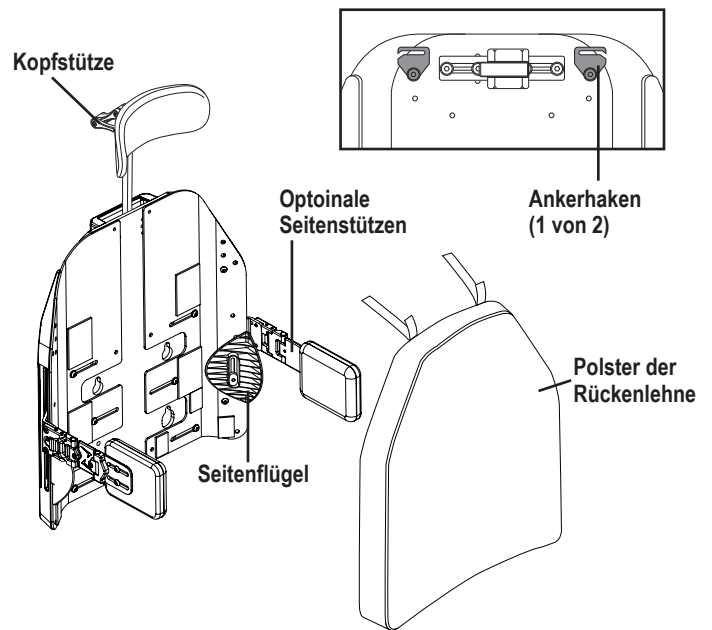

Abbildung 13. Komponenten der TRU Comfort 4
3. Lockern Sie die Befestigungsschrauben am Anbaublock der Steuerung. **Siehe Abbildung 13.**
Die TRU Comfort ist eine einzigartige Rückenlehne, die in Bezug auf Komfort und Positionierung auf Nutzerbedürfnisse eingeht. **Abbildung 13** informiert Sie über die abnehmbaren und verstellbaren TRU Comfort Komponenten. Nutzen Sie diese Diagramme, um sich mit der Funktion und Position einer jeden Komponente vertraut zu machen, bevor Sie die TRU Comfort benutzen. **Siehe Abbildungen 13 und 14** zeigen, welche Rückenlehne sich auf Ihrem Elektrorollstuhl befindet.
1. Positionieren Sie die Lenden- und Bruststütze(n) für optimalen Nutzerkomfort und eine bestmögliche Positionierung mit der flachen Seite nach unten und drücken Sie sie gegen die Rückenlehne. Positionieren Sie die Seitenstützen und Seitenflügel je nach Bedarf und befestigen Sie sie am Gerät. **Siehe Abbildung 13.**
2. Positionieren Sie das Rückenlehnenkissen so, dass die wiederverwendbaren Klettverschlüsse zur Rückenlehne weisen. Legen Sie das Kissen über eine oder mehrere Lordosen-, Seiten- und Bruststützen. Befestigen Sie das Kissen an der Rückenlehne, indem Sie die beiden (2) langen Klettverschlüsse durch die Ankerhaken schieben und die beiden (2) kurzen Klettverschlüsse gegen die längeren Gurte drücken. **Siehe Abbildung 13 oder 14.**
1. Entfernen Sie das Rückenlehnenkissen von der Rückenlehne, indem Sie die wiederverwendbaren Klettverschlüsse sowie die wiederverwendbaren Verschlüsse, mit denen das Kissen an der Rückenlehne befestigt ist, lösen und das Kissen dann zu sich ziehen. **Siehe Abbildung 13 oder 14.**
6. Wenn der Bezug trocken ist, decken Sie das Rückenlehnenkissen wieder ab und positionieren Sie das Rückenlehnenkissen so, dass es zu den wiederverwendbaren Befestigungselementen an der Rückenlehne zeigt. Befestigen Sie das Kissen mit den wiederverwendbaren Befestigungselementen an der Rückenlehne sowie den wiederverwendbaren Klettbindern an der Rückenlehne. **Siehe Abbildung 13 oder 14.**